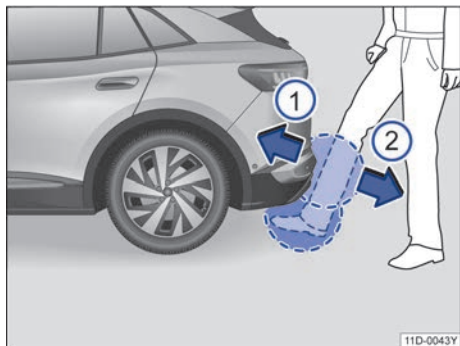

图 54 感应式关闭行李厢盖 (Easy Close)
- 脚和小腿快速移动到靠近保险杠处。小腿必须位于上部传感区内，脚必须位于下部传感区内→图 54。